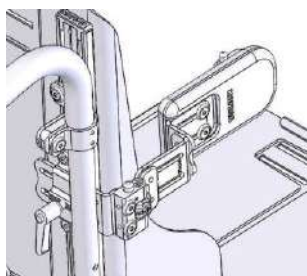

Figura 5-126
- El soporte lateral de tronco se muestra en la figura 5-126.